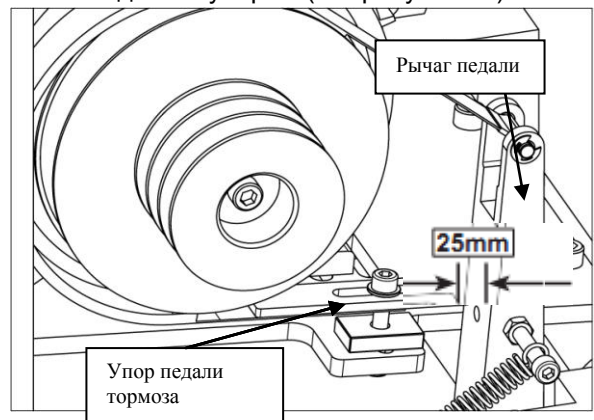

Рис. 95. Регулировка хода педали.
5. Снимите педаль тормоза, как на рис. 95.
7. Сильно нажмите рычаг педали (Рис. 95) вправо до упора, пока тормозной ремень полностью не зафиксируется вокруг ступицы тормоза.
8. Нажмите на упор педали тормоза так, чтобы остался зазор примерно 25-мм между рычагом педали и упором (см. рисунок 95).